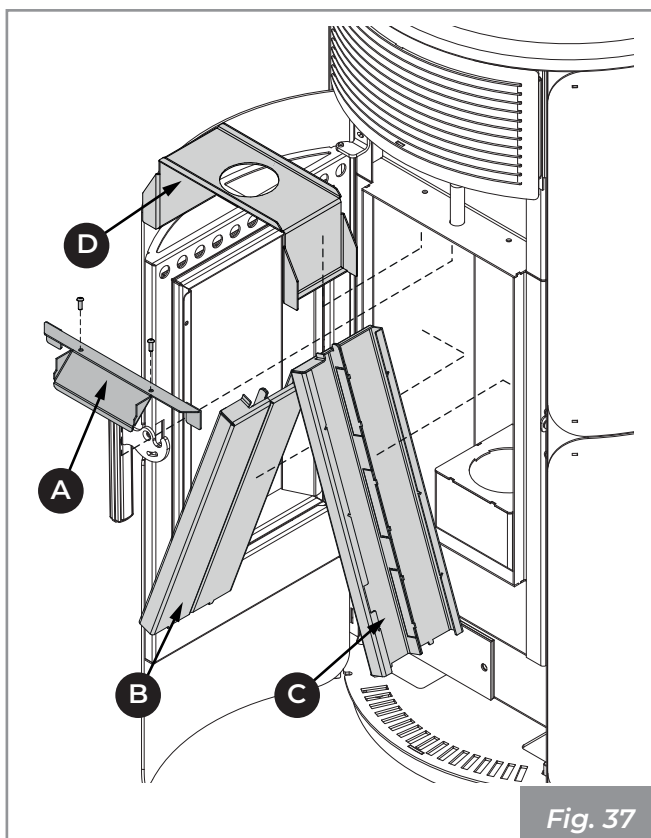

Fig. 37
- Agir sur les vis pour enlever le déflecteur d'air de la vitre et le tiroir à cendres (**A**), enlever les panneaux latéraux (**B** et **C**) à l'intérieur du foyer et le déflecteur supérieur (**D** - **Fig. 37**).